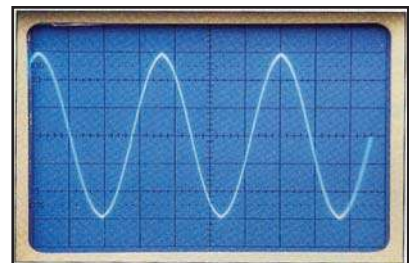

Fig.40
11. La sensibilité d'un oscilloscope est réglée sur 10V/cm (l'écran est gradué en cm) et sa base de temps sur 5 ms/cm ; l'oscillogramme de la photo ci-contre (Fig.40) est celui d'une tension délivrée par un alternateur. Déterminer l'amplitude, la valeur efficace et la fréquence de cette tension.